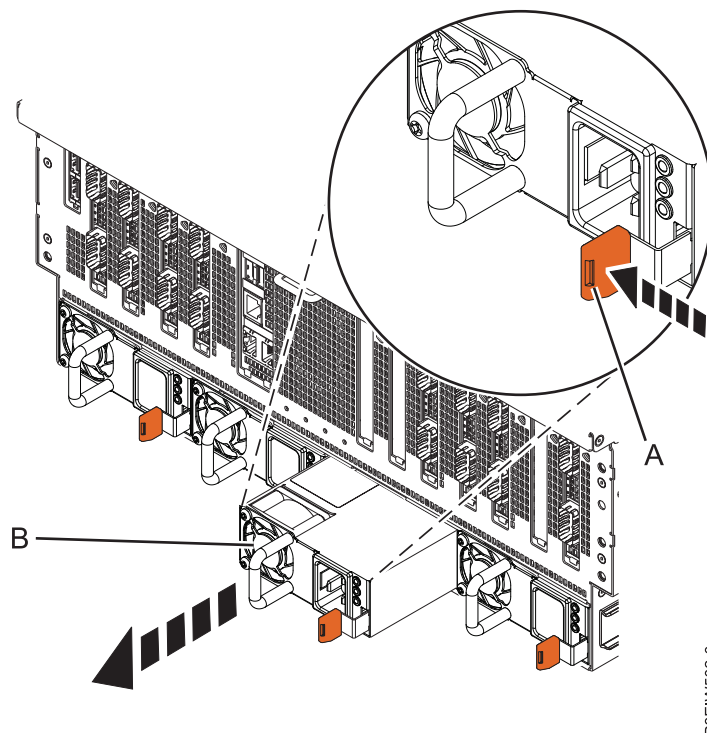

Abbildung 5. Netzteil aus der Rückseite eines Systemchassis ausbauen
2. Drücken Sie die terrakottafarbene Sperrzunge (**A**) in die in Abb. 5 gezeigte Richtung.
3. Ziehen Sie das Netzteil (**B**) von dem System ab, wie in Abb. 5 gezeigt.